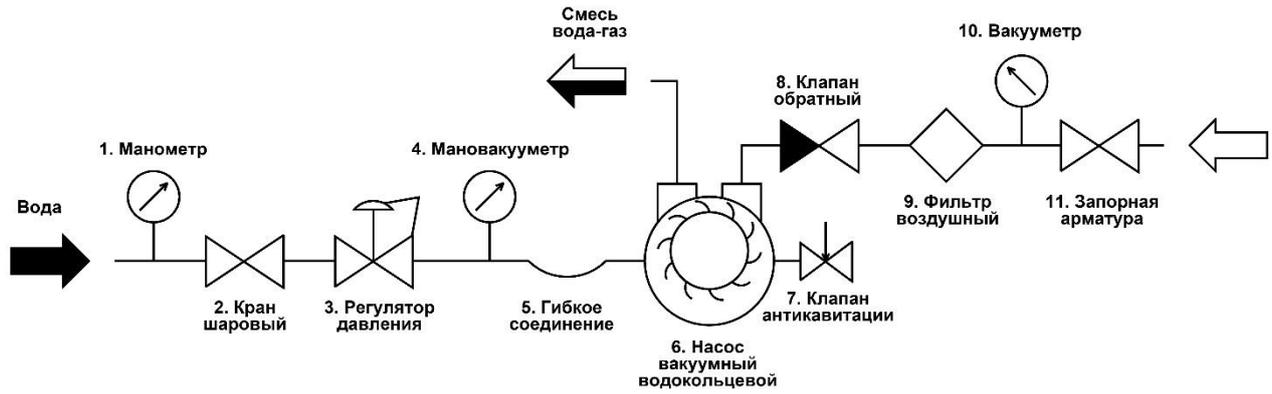

Рисунок 4.
- подключение подачи воды от центральной системы водоснабжения в ручном режиме (рис.4);